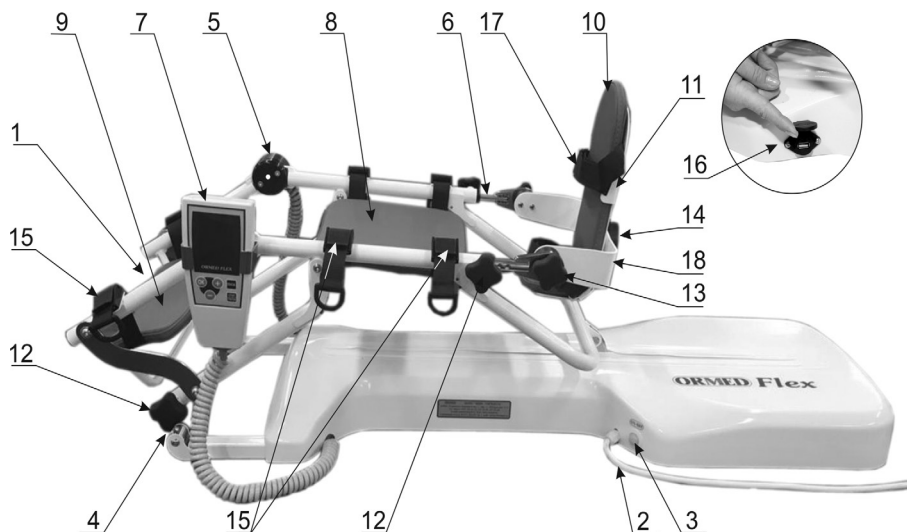

Рисунок 3.1 – Основные функциональные элементы Аппарата
3.1 Конструкция Аппарата обеспечивает надежность и безопасность его эксплуатации в течение установленного срока службы и предусматривает возможность проведения технического освидетельствования, очистки, ремонта и эксплуатационного контроля. Основные функциональные элементы Аппарата представлены на рисунке 3.1 (см. рисунок 3.1)